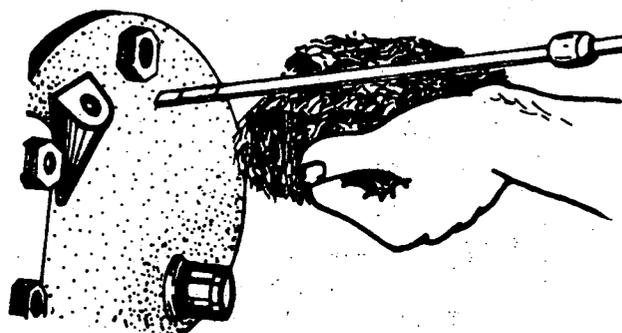

Fig. 2
- d Retire a vareta, mantendo-a na posição horizontal (fig.2).